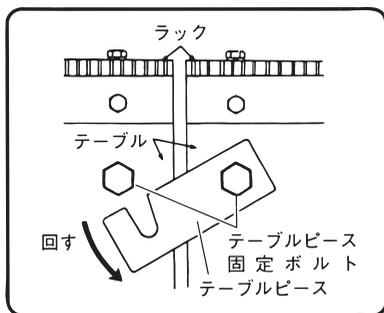

図 9
- (3) テーブルの帯のこ刃出し入れ部 (テーブル中央の割り溝) にテーブルピースが固定されています。(図9)
- テーブルピース固定ボルト (図9 はテーブルを下から見た図です。) を付属のボックススパナでゆるめ、テーブルピースを帯のこ刃が出し入れできる位置に回します。
- (4) 5 mmチョウボルトをゆるめてセフティーカバー(B)を右側へ移動します。